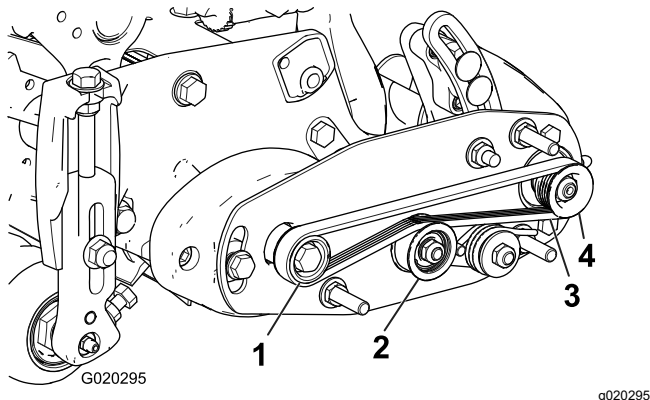

Figura 13
1. Passe a correia em redor da polia da transmissão e, em seguida, sobre a parte superior da polia intermédia (Figura 13).
2. Ligue a correia na polia acionada (Figura 13).